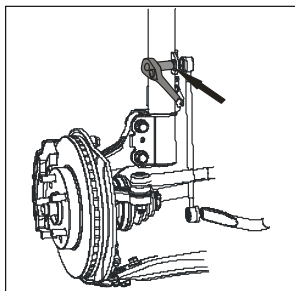

Рисунок III-21
i. Отверните крепежную гайку стойки стабилизатора и амортизатора. (см. *Рисунок III-21*)